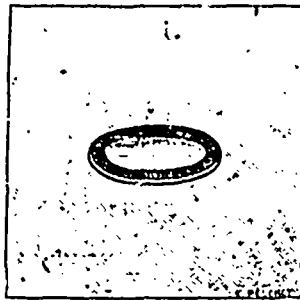

Fig. 2. Chute des mêmes corps avec le papier posé sur le sou
1). Je pose le disque de papier sur la face supérieure de la pièce, que je laisse tomber dans sa position horizontale : les deux objets arrivent alors en même temps à la surface du sol (fig. 2). Le papier, en contact avec le sou, s'est trouvé préservé de l'action de l'air.